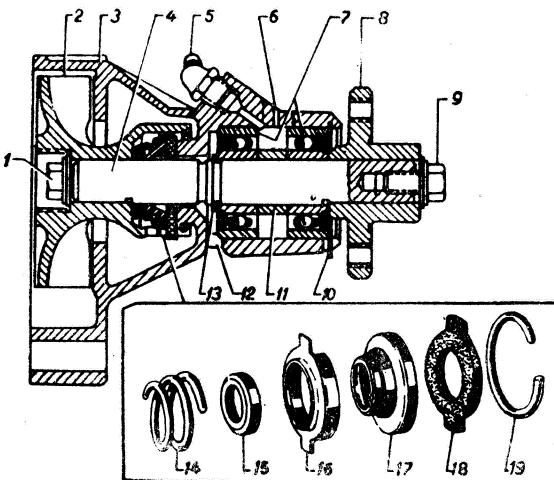

Рис. 15. Водяной насос.
**Водяной насос** — центробежного типа (рис. 15). Для уплотнения насоса служит самоподтягивающийся сальник с пружиной.